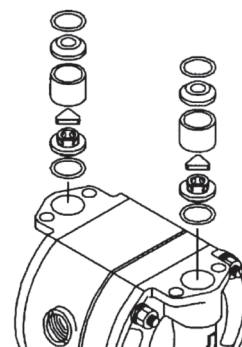

Fig 4.4
- Retire la junta tórica, el asiento de la válvula, la guía de la válvula, la válvula de disco y la tapa de la válvula (fig. 4.4).